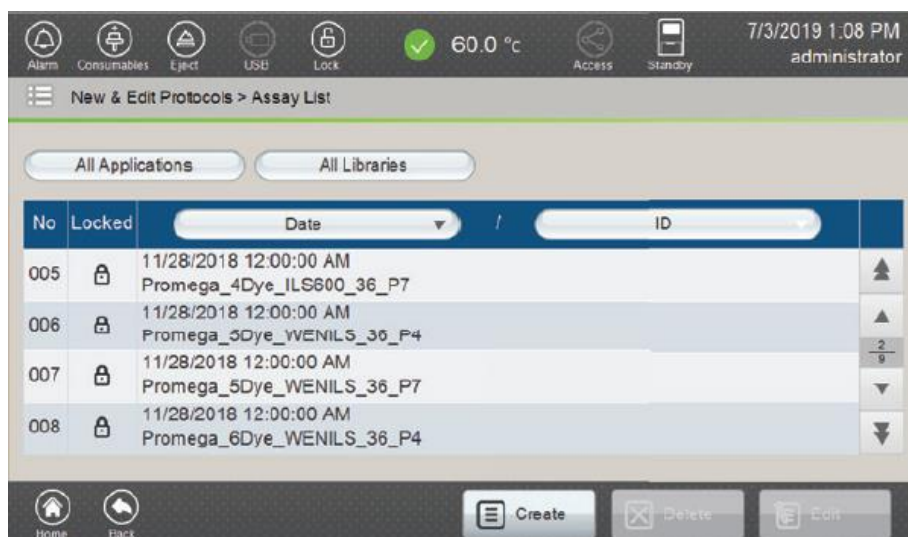

図 140 Assay List 画面
1. New & Edit Protocols 画面（図 117）の Assay を選択して、Assay List 画面を開きます。（図 140）